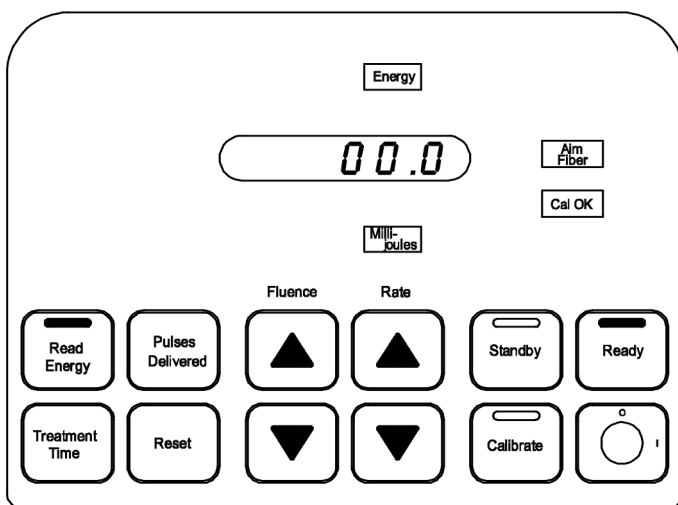

**Figura 11**
7. Enquanto o Sistema Laser Excimer emite laser, o tempo total do tratamento é armazenado. Para recuperar o tempo de tratamento, pare o laser e pressione o botão **Treatment Time** (Tempo de Tratamento). A luz indicadora **Min/Sec** (Min/Seg) fica acesa e o tempo total de tratamento é visível no visor. (Figura 11)